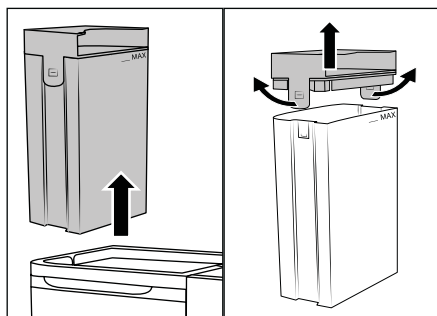

Fig. 5
(1) Hæld kun koldt eller varmt vand fra hanen eller destilleret vand i brugsvandsbeholderen 2. Brug ikke kogende vand. (2) Brug aldrig produktet uden vand i brugsvandsbeholderen 2. (3) Brug kun almindeligt ikke-skummende polsterrengøringsmiddel eller **LIDL W5 eddikerens**. Andre rengøringsmidler kan ødelægge produktet. Vi anbefaler at tilsætte tre spiseskefulde **LIDL W5 eddikerens** til en komplet påfyldning (1,7 liter) af brugsvandsbeholderen 2. Eventuelt kan du forhøje andelen af eddikerens lidt efter lidt, til du opnår det ønskede resultat.
- ◆ Hold i håndtaget 1 på brugsvandsbeholderen 2, og tag den ud af produktet oppefra (se fig. 5).
- ◆ Træk de to holdetapper lidt ud, og tag låget 1 af (se fig. 5).